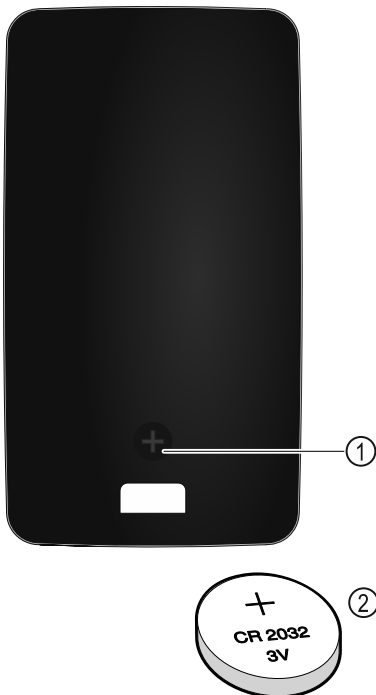

Fig. 230
Die Stromversorgung der Fernsteuerung erfolgt über eine Batterie des Typs CR 2032 mit 3V Fig. 230 (2), welche im Fachhandel erhältlich ist.
- ▶ Schraube Fig. 230 (1) auf Rückseite der Fernbedienung herausdrehen.